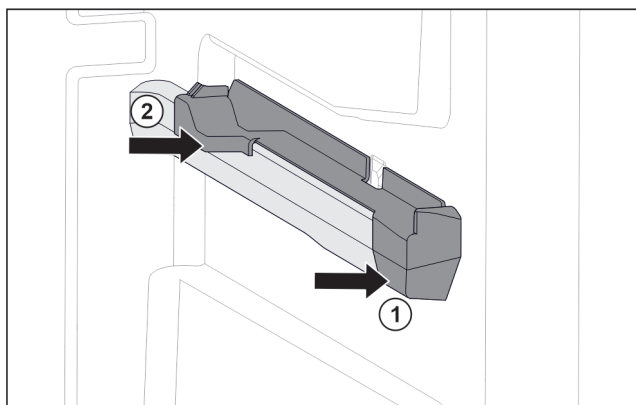

Fig. 132 Nasazovací díl na pravém žebrování na nádoby
- Nasad'te nasazovací díl na žebrování na nádoby. Fig. 132 (1)
- Přitlačte nasazovací díl k zadní části. Fig. 132 (2)